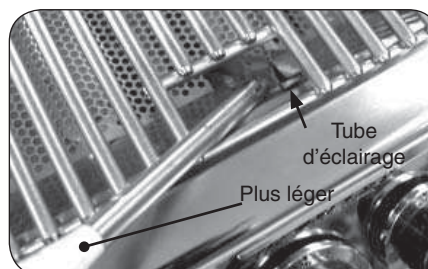

Fig. 16-2 - Éclairage manuel
2. Passez un allumeur brûlant de butane de long-baril ou une allumette brûlante de long-tige dans la grille à cuire s'ouvrant au dessus du tube d'éclairage. (Fig. 16-2). Pour des backburners, tenez la flamme contre le matériel perforé du backburner.
4. Si le brûleur ne s'allume pas, enfoncez immédiatement le bouton et tournez la valve à AU LOIN. ATTENDEZ CINQ (5) MINUTES avant de répéter les étapes 2 à 4 des instructions manuelles d'éclairage.